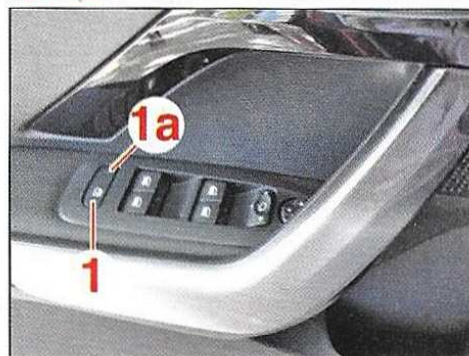

FIG.2
- Appuyer sur le bouton (1) pour désactiver le fonctionnement des lève-vitres arrière ; le témoin (1a) (Fig.2).